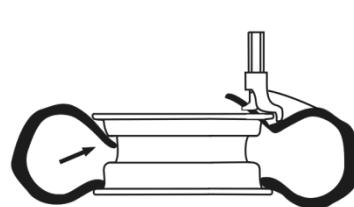

Fig. 23
- Druk pedaal 3 (fig. 23) naar beneden om de hielbreker te activeren en laat het pedaal los wanneer de hielbreker helemaal naar binnen staat en de band is losgemaakt van de velg.
- Wanneer er een binnenband is, dient u deze nu te plaatsen, herhaal vervolgens eerder genoemde stappen voor de andere zijde van de band tot de band volledig in de velg ligt (fig.23).